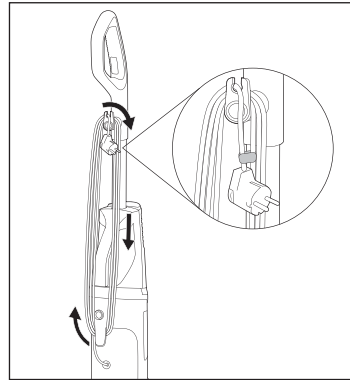

Fig. 44
- ♦ Enrole totalmente o cabo de alimentação **17** à volta de ambos os suportes de cabo, superior e inferior **16/20** (ver fig. 44).